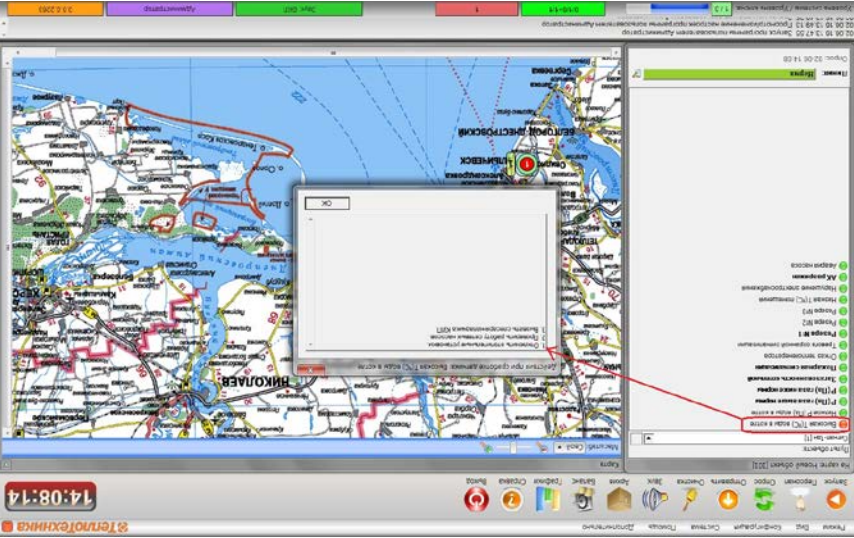

рис. 71
- в поле «Инструкция» можно написать действия оператора при срабатывании этого датчика. Инструкция задается для каждого датчика отдельно. Вывести ее можно, дважды щелкнув правой кнопкой мыши (двойной клик) по названию датчика на панели детальной информации см. рис. 71.